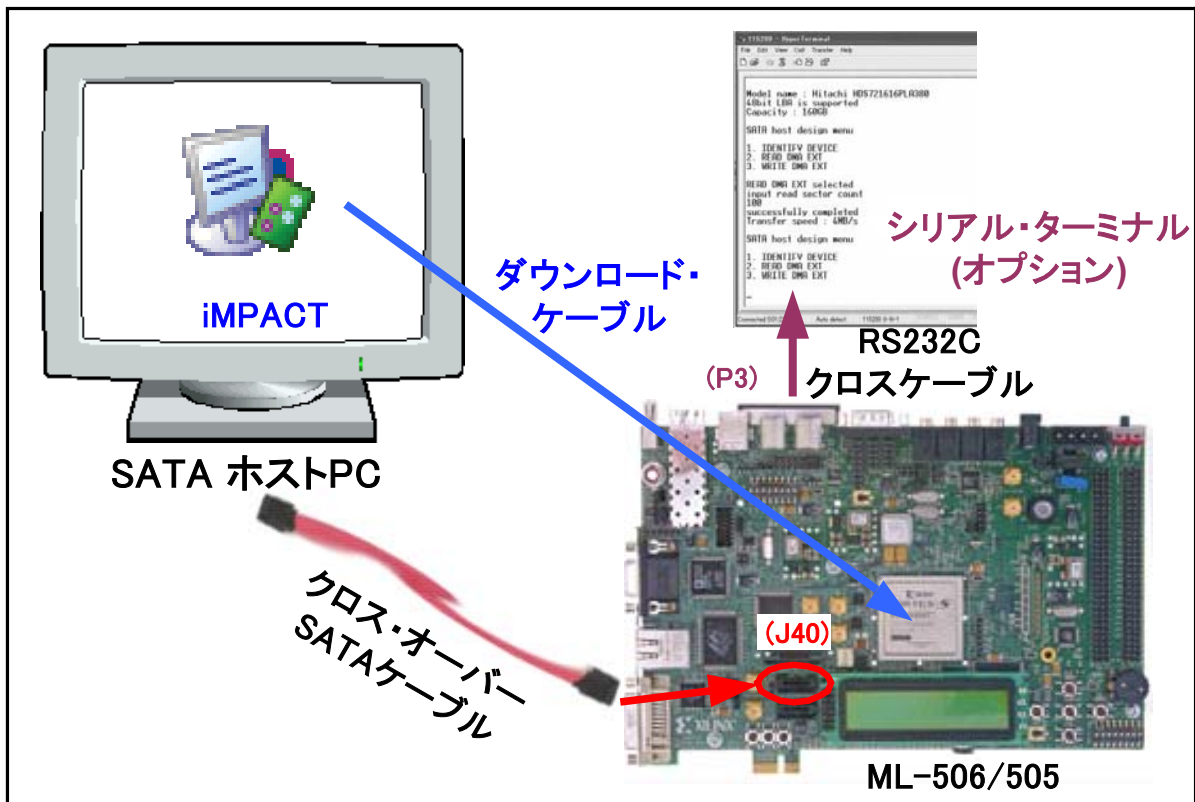

図 1: リファレンス・デザインのビットファイルによる実機評価環境
- デバイス向けリファレンス・デザインによる実機評価を行うためには下図 1 の環境が必要となります。